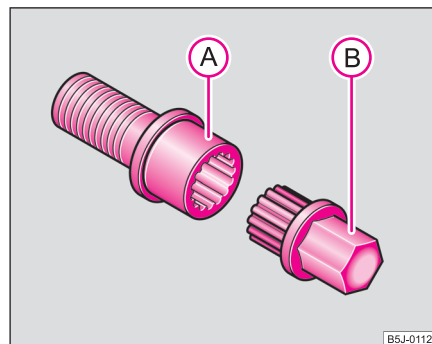

Fig. 161 Șurub de siguranță cu adaptor
- Introduceți adaptorul (B) cu partea zimțată până la limită pe interiorul zimțat al șurubului de siguranță (A), astfel încât să se vadă numai partea hexagonală ⇒ fig. 161.
- Împingeți cheia de roată până la capăt, pe adaptor (B).